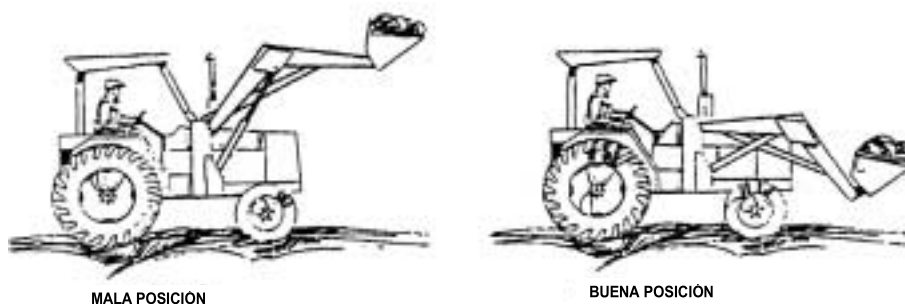

FIG. 56 Al desplazarse con equipamientos de trabajo, el peso frontal debe estar bajado.
- Redoblar la prudencia cuando el tractor esté cargado con pala, pinzas o una máquina en la parte delantera. En este caso, es esencial mantener la carga frontal lo más baja posible y maniobrar lentamente observando también las irregularidades del terreno **FIG. 56**. Es aconsejable